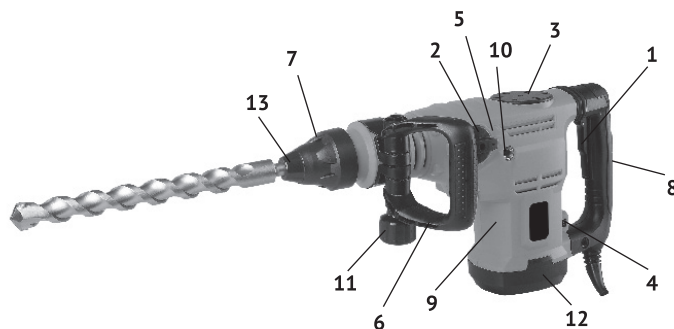

рис. 1
1.3 Основные узлы перфоратора (двигатель, редуктор и ударный механизм) расположены в пластиковом корпусе. Крутящий момент с якоря электродвигателя, расположенного вертикально, через систему шестерён, передаётся на вал с патроном SDS – max (рис.1 поз.7), расположенный перпендикулярно оси двигателя. Кривошипно-шатунный механизм приводит в действие ударный узел перфоратора. В зависимости от вида выполняемой работы, в патрон SDS – max вставляется необходимая насадка (пика, долото, сверло) с соответствующим хвостовиком. Дополнительная рукоятка передняя (рис.1 поз.6) хомутом крепится на передней, цилиндрической части корпуса. Фиксируется рукоятка гайкой (рис.1 поз.10), в любом положении (от 0° до 360°), что удобно пользователю, как «правше», так и «левше».
1.4 Клавиша выключателя (рис.1 поз.1) расположена в передней части рукоятки (рис.1 поз.8), крепящейся к корпусу перфоратора (рис.1 поз.9). При необходимости, к
корпусу перфоратора можно прикрутить боковую рукоятку (рис.1 поз.10), справа или слева.
Сверху, на корпусе редуктора расположено окно смазки редуктора, закрытое крышкой (рис.1 поз.3). Перед каждым использованием инструмента, ключом (входит в комплект поставки) отвернуть крышку, проверить наличие смазки на кривошипно-шатунном механизме, при необходимости добавить из ёмкости, входящей в комплект.
Слева на корпусе редуктора расположен переключатель режимов работы (рис.1 поз.2). Он фиксируется в одном из трёх положений, отмеченных символами: «сверло с молотком» - сверление с ударом, «молоток» - долбление (без вращения) и символ «кружок» - стопор ствола. Нажав фиксатор (рис.1 поз.5) в торце ручки переключателя, поворотом ручки со стрелкой, совместить с нужным символом. Достигнув нужного положения, фиксатор возвращается в исходное положение, закрепляя ручку в выбранном положении.
В нижней части корпуса, со стороны рукоятки, расположен диск регулятора оборотов двигателя (рис.1 поз.4). Он регулирует скорость вращения и частоту ударов рабочего инструмента.
Общий вид перфоратора представлен на рис. 1
При замене рабочих насадок следите за тем, чтобы колпачок (рис.1 поз.13), защищающий патрон от попадания пыли, не был повреждён.
- вращением гайки-фиксатора, ослабить хомут передней рукоятки (рис.1 поз.6);
- установить хомут на цилиндрическую часть корпуса перфоратора перед патроном (рис.1 поз.9);
Боковая дополнительная рукоятка, при необходимости, прикручивается в одно из двух отверстий (рис.1 поз.10) корпуса перфоратора.
В зависимости от обрабатываемого материала и установленного рабочего инструмента, регулятором (рис.1 поз.4) устанавливается необходимое число оборотов (частота ударов) инструмента.
- при работе в режиме сверление с ударом, и переключатель (рис.1 поз.2) в положении «сверло с молотком»;
- при работе в режиме долбление, переключатель (рис.1 поз.2) в положении «молоток».
- при замене насадок в патроне переключатель (рис.1 поз.2) в положение «кружок»
3.2 Для замены щёток необходимо открутить крышку корпуса двигателя (рис.1 поз.12). Щётки следует заменять парой для обеспечения равной степени их давления на коллектор якоря.